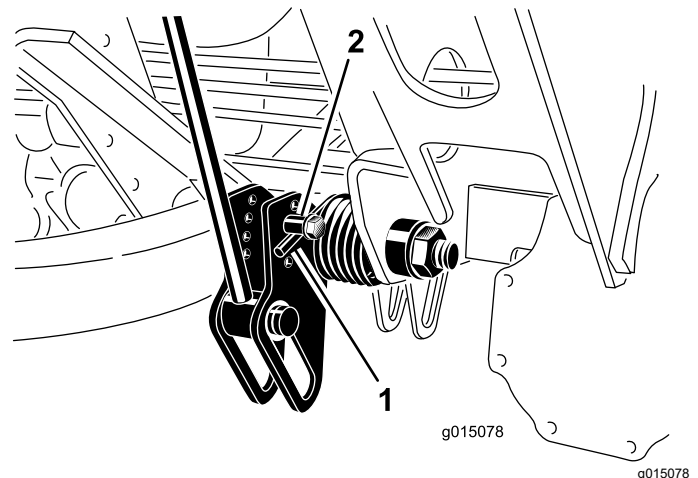

Figura 71
2. Infilate un tubo o un oggetto simile sull'estremità della molla lunga al fine di allentare la tensione della molla durante la messa a punto (Figura 71).
3. Mentre allentate la tensione della molla, togliete il bullone e il dado di bloccaggio che fissano l'attuatore della molla alla staffa (Figura 71).